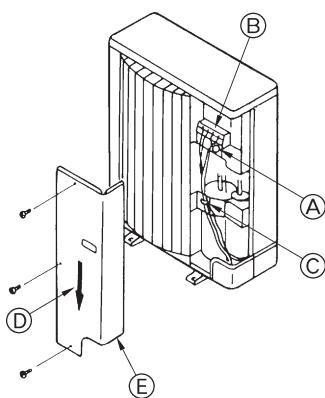

Fig. 6-2
6.2. Utomhusenhetens ledningar (Fig. 6-2)